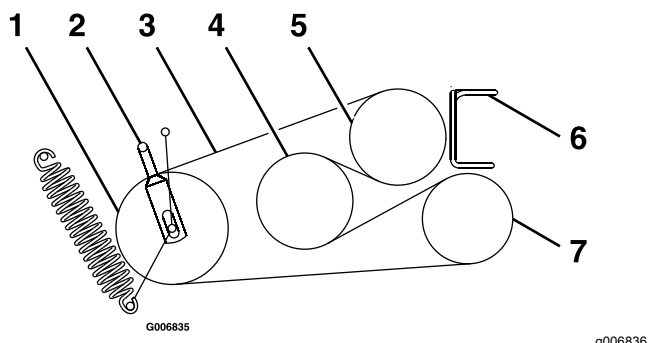

Figure 49
6. Desserrez les guides de courroie **A** et **B** (Figure 49).
8. Installez les courroies neuves sur les poulies, comme montré à la Figure 49.